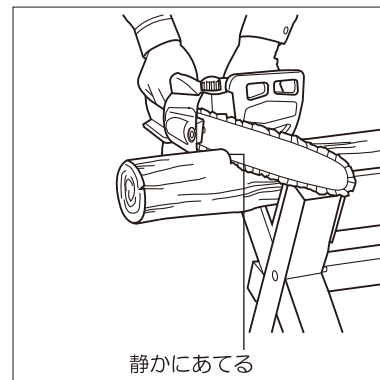

図19
①セフティロックボタンを押してスイッチの引き金を引いてください。
②ソーチェーンのスピードを上げた後、本機のスパイク部(ソーの手前)を切断材料に静かにあてて切断してください。(図19参照)